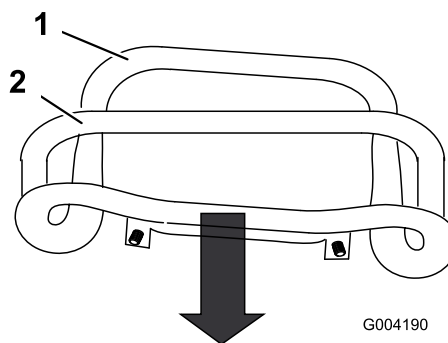

Figure 47
3. Tirez la commande de déplacement tout droit en arrière pour mettre l'avant en contact avec la barre de référence (Figure 47).